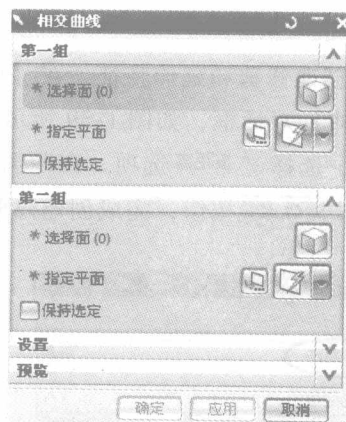
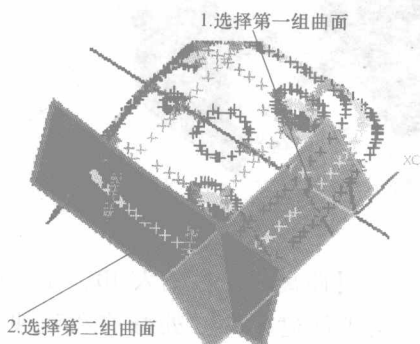

图 1-44
图 1-45
3. 创建相交曲线 选择菜单中的【插入(I)】/【来自体的曲线(U)】/【求交(I)】命令或在【曲线】工具条中选择 (相交曲线)图标,出现【相交曲线】对话框,如图1-44所示。接着在图形中选择第一组曲面,如图1-45所示。然后在【相交曲线】对话框中第二组区域选择 (面)图标,在图形中选择第二组曲面,如图1-45所示。